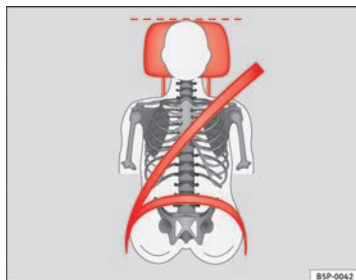
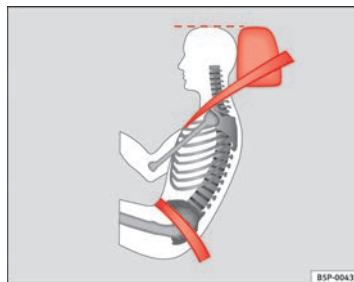

Fig. 90 Vista de frente: apoyacabezas y cinturón ajustados correctamente
Fig. 91 Vista de lado: apoyacabezas y cinturón ajustados correctamente
- Ajuste el apoyacabezas de modo que el borde superior del mismo quede a la misma altura que la parte superior de la cabeza, como mínimo a la altura de los ojos ⇒ fig. 90 y ⇒ fig. 91.